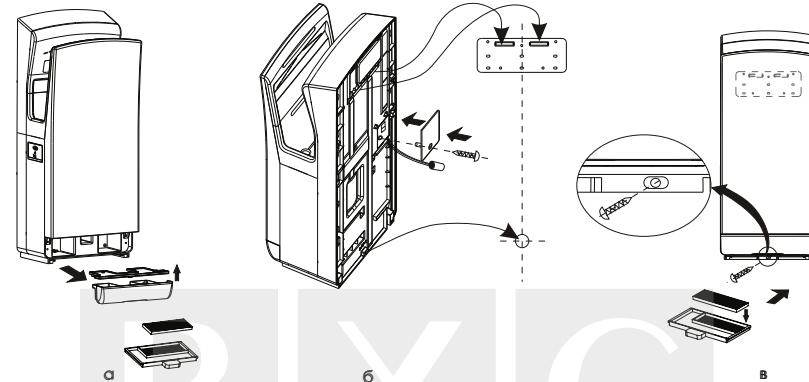

Рисунок 2
1. Снимите водосборник (Рисунок 2а).
2. Снимите HEPA-фильтр (Рисунок 2а).
6. Зафиксируйте сушилку на крюки на установочной панели и закрепите винтами (временно зафиксированными на боковой части) (Рисунок 2б-2в).
7. Вставьте обратно в устройство водосборник и HEPA-фильтр (Рисунок 2а).